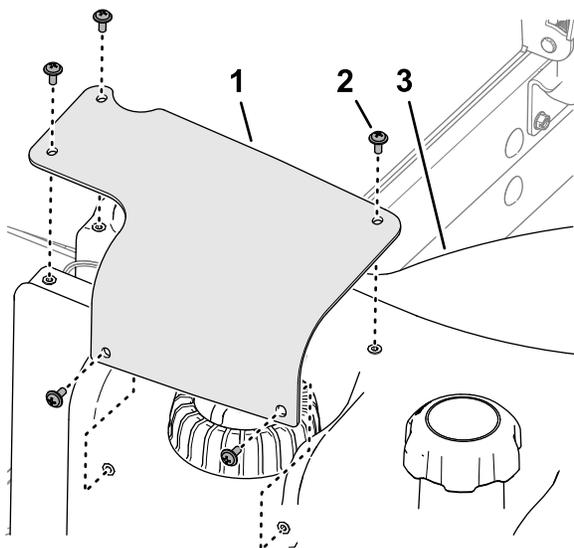

Figure 93
7. Alignez les trous du couvercle du transmetteur de niveau de carburant et les trous du réservoir de carburant, et fixez le couvercle sur le réservoir avec les 5 vis cruciformes (Figure 93).